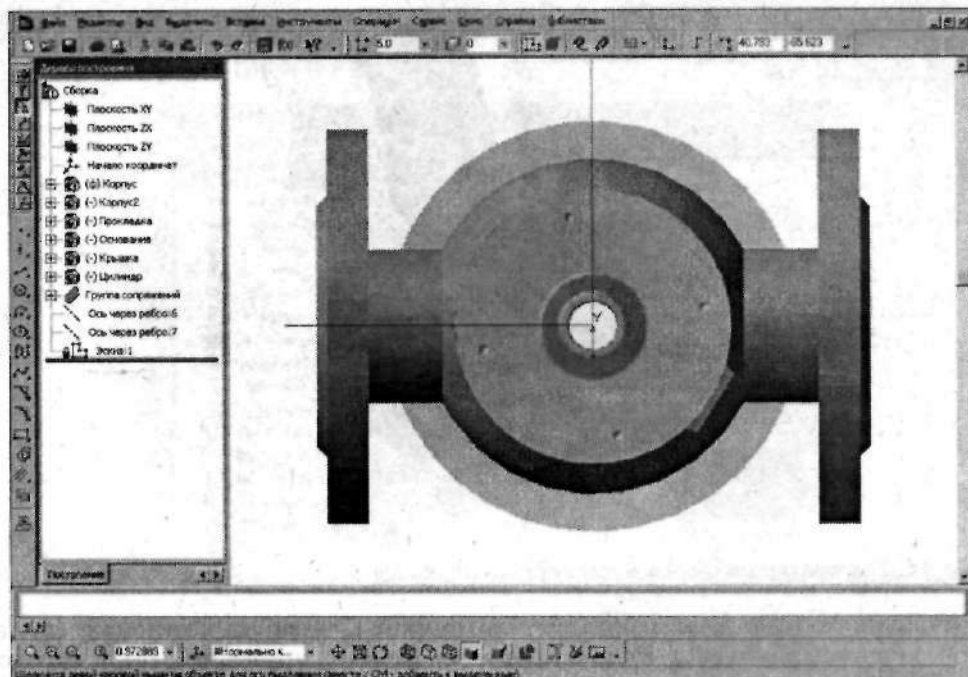

Рис. 3.39. Постройте два отрезка
13. Войдите в режим редактирования эскиза и постройте два отрезка как показано на рис. 3.39.